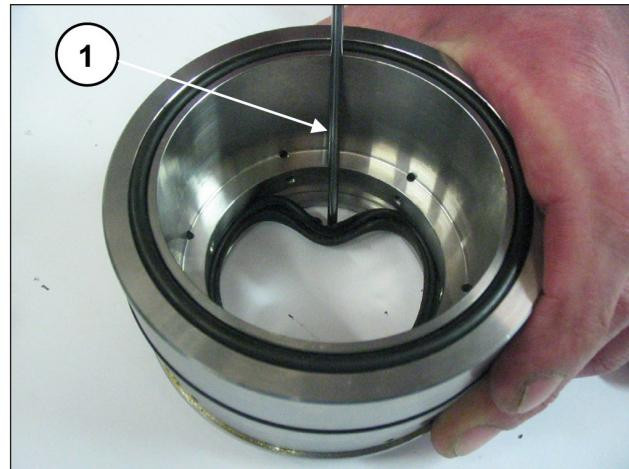

Рис. 195
Для снятия уплотнения для низкого давления необходимо использовать толщиномер или другой инструмент, который не может повредить гнездо опоры уплотнений (поз. ①, Рис. 195).